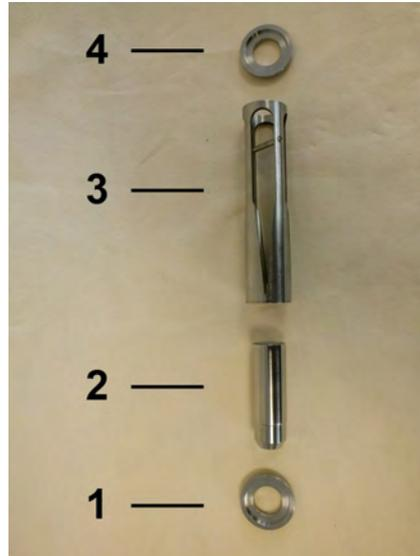

Abb. 47: Innenteile DWM/A
10. Zentrierscheibe (Eingang) (Abb. 47/1), Schwebekörper (Abb. 47/2), Schlitzdüse (Abb. 47/3) und Zentrierscheibe (Ausgang) (Abb. 47/4) als Innenteile des Strömungswächters